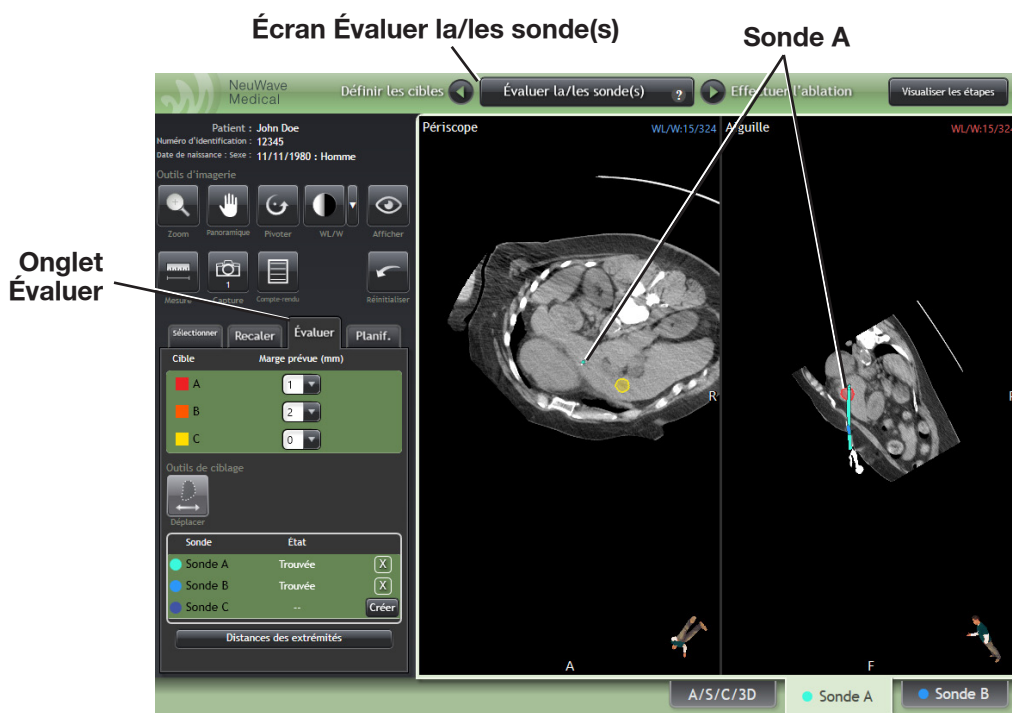

Figure 3-33 : Vues « Périscope » et « Aiguille ».
4. Cliquer sur les onglets intitulés **Sonde** en bas à droite des vues des images pour pouvoir examiner les cibles et les sondes dans des vues particulières. La vue intitulée « Périscope » qui s'affiche sur la partie gauche de l'écran des vues des images permet à l'utilisateur d'observer la canule de la sonde à la verticale (voir Figure 3-33). La vue « Aiguille » à droite offre une vue longitudinale de la sonde dans les tissus. Cliquer sur l'onglet **A/S/C/3D** pour revenir à l'affichage normal des quatre (4) images.